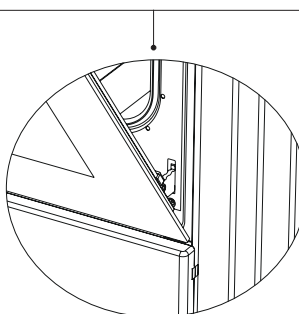

Figura 16.1
3. Después, cierre la puerta del horno de forma que quede apoyada en el pestillo de la bisagra como se muestra en la figura 16.1.